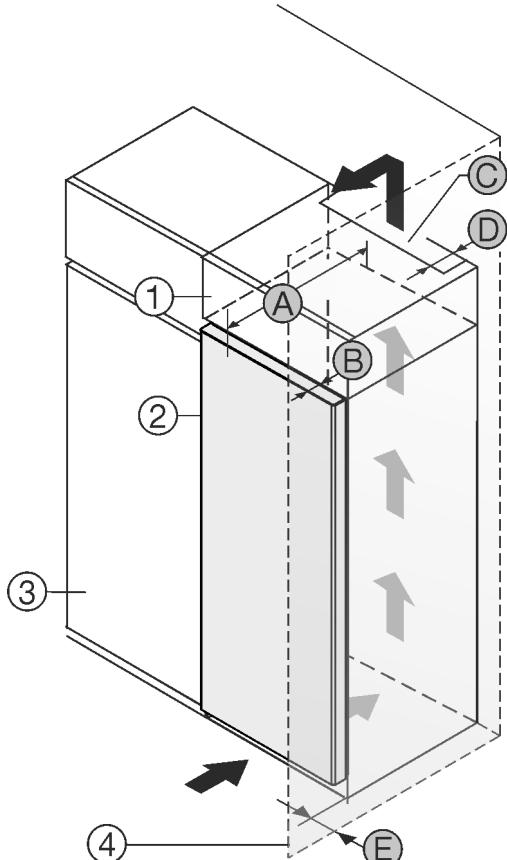

Fig. 1
- (1) Шафа для встановлення на пристрій \*
- (2) Пристрій \*
- (3) Кухонна шафа \*
- (4) Стінка \*
- (A) Глибина пристрію \*
Ви можете встановити пристрій безпосередньо поряд із кухонною шафою Fig. 1 (3).\*
Зі зворотного боку шафи для встановлення на пристрій слід передбачити вентиляційну шафу завглишки Fig. 1 (D) на всю ширину цієї шафи.\*
Слід дотримуватись вентиляційного отвору Fig. 1 (C) в стелі приміщення.\*
Якщо пристрій із шарнірами встановлюється поряд зі стіною Fig. 1 (4), відстань між пристроєм і стіною повинна бути не менше 13 мм.\*
Якщо пристрій із шарнірами встановлюється поряд зі стіною Fig. 1 (4), відстань між пристроєм і стіною повинна бути не менше 20 мм.\*
Щоб мати можливість повністю відкривати дверцята, потрібно, щоб пристрій виступав на відстань глибини дверцят Fig. 1 (B) відносно передньої панелі кухонної шафи. Залежно від глибини кухонних шаф Fig. 1 (3) та використання пристінних розпірок пристрій може ще більше виступати вперед.\*